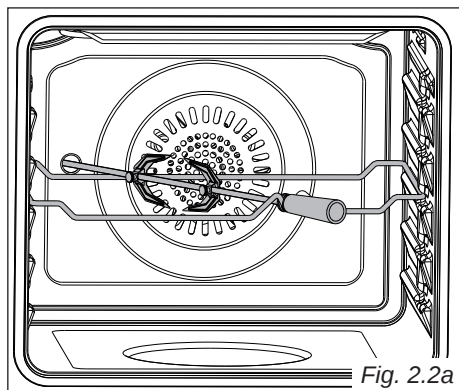

Fig. 2.2a
COTTURA ALLO SPIEDO CON IL GIRARROSTO (fig. 2.2a, 2.2b)
- Inserire l'asta nell'apertura del motore (fig. 2.2a, 2.2b). Esso è installato correttamente solo se l'asta non gira una volta inserita. Esso ruoterà solamente quando il motore del girarrosto è in funzione (verificare la corretta rotazione dell'asta).